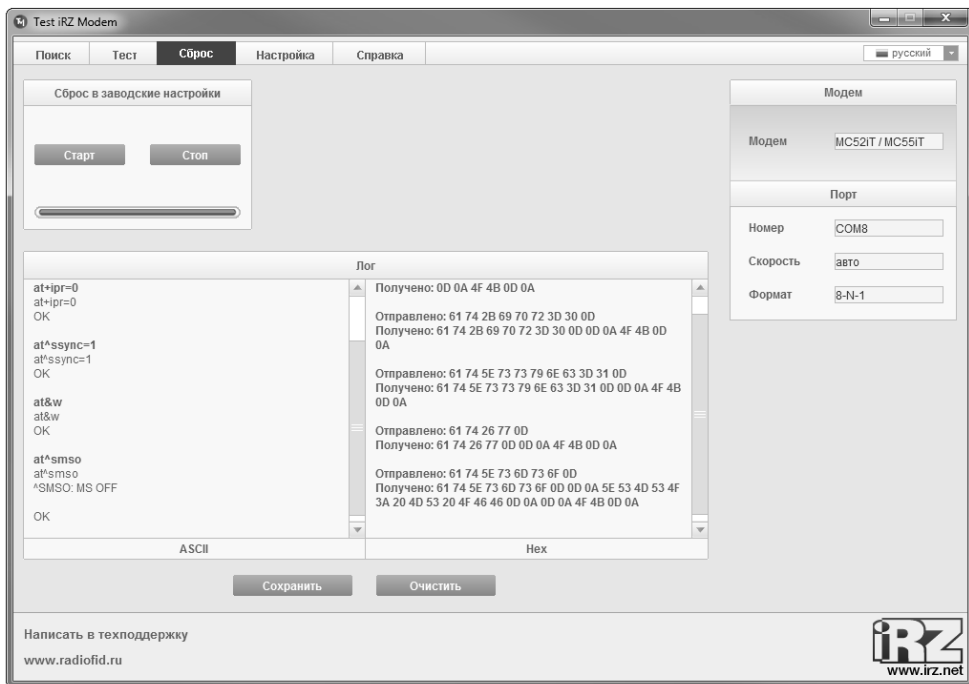
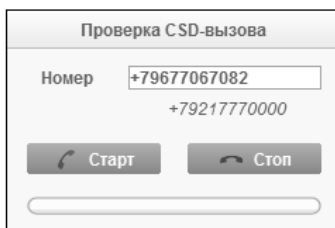

Рисунок 49 – Вкладка «Сброс» окна программы «Test iRZ Modem»
Рисунок 52 – Область «Проверка CSD-вызова»
3.6.4.6.2.6. Для случаев, когда прошлые настройки модема неизвестны, можно сбросить настройки к заводским значениям. Перейти во вкладку «Сброс» окна программы «Test iRZ Modem» и в области «Сброс в заводские настройки» нажать кнопку «Старт» (рисунок 49).
3.6.4.6.2.11. По окончании выполнения настройки модемов можно осуществить проверку CSD-вызова. Подключить ведущий модем к компьютеру и подать на него напряжение питания. Также подать напряжение питания на ведомый модем. Перейти во вкладку «Тест» окна программы «Test iRZ Modem» (рисунок 49). В области «Проверка CSD-вызова» в поле «Номер» ввести номер телефона ведомого модема. Нажать кнопку «Старт» (рисунок 52).
3.6.4.6.2.13. Дождаться окончания проверки, кнопка «Старт» (рисунок 52) должна стать активной. Закрыть программу «Test iRS Modem».